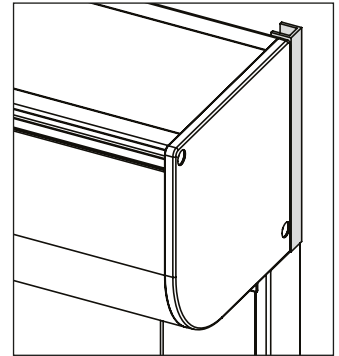

Fig. 32: Profilé en U - hauteur
- Un écartement de 10 mm entre l'arrière du caisson et le « mur » est crée par montage de l'étrier ou par montage des coulisses à clipser 725/755. (Voir aussi fig. 32)
B. Profilé en U - hauteur verticale (fig. 32)